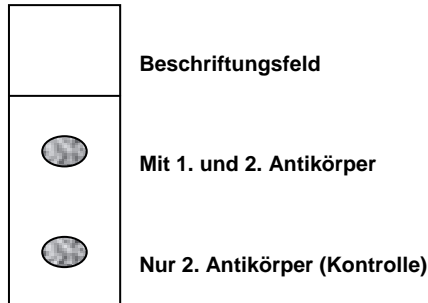

Abb. 10 Objektträger
- Einstellen der Objekttemperatur (OT). Hierfür durch Drücken des Kreissymbols den Menüpunkt für die Einstellung der OT aufrufen.
- Aufziehen von je zwei Schnitten auf die vorbereiteten Objektträger (siehe Abbildung 10).